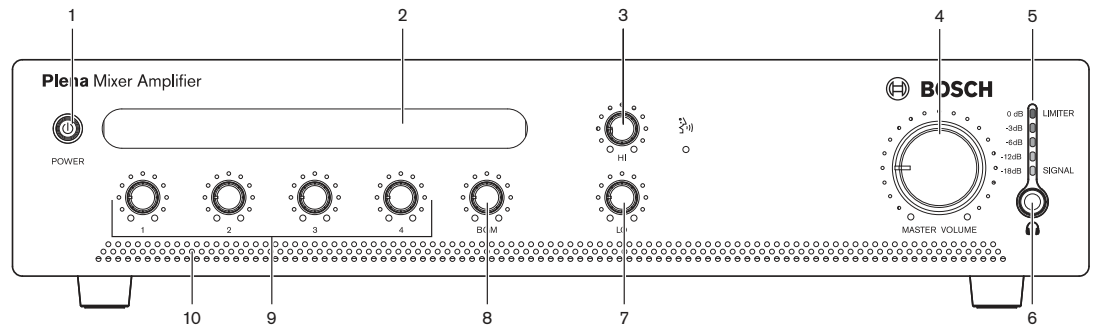

Рисунок 8.1 Передняя панель
1. Установите кнопку питания (1) на передней панели устройства в положение «On» (Вкл.) (в нажатое положение) (см. *Рисунок 8.1*).
1. Установите кнопку питания (1) на передней панели устройства в положение «Off» (Выкл.) (в отжатое положение) (см. *Рисунок 8.1*).
Для изменения тембра используйте регуляторы высоких (Hi) и низких (Lo) частот (см. *Рисунок 8.1*, поз. 3 и 7).